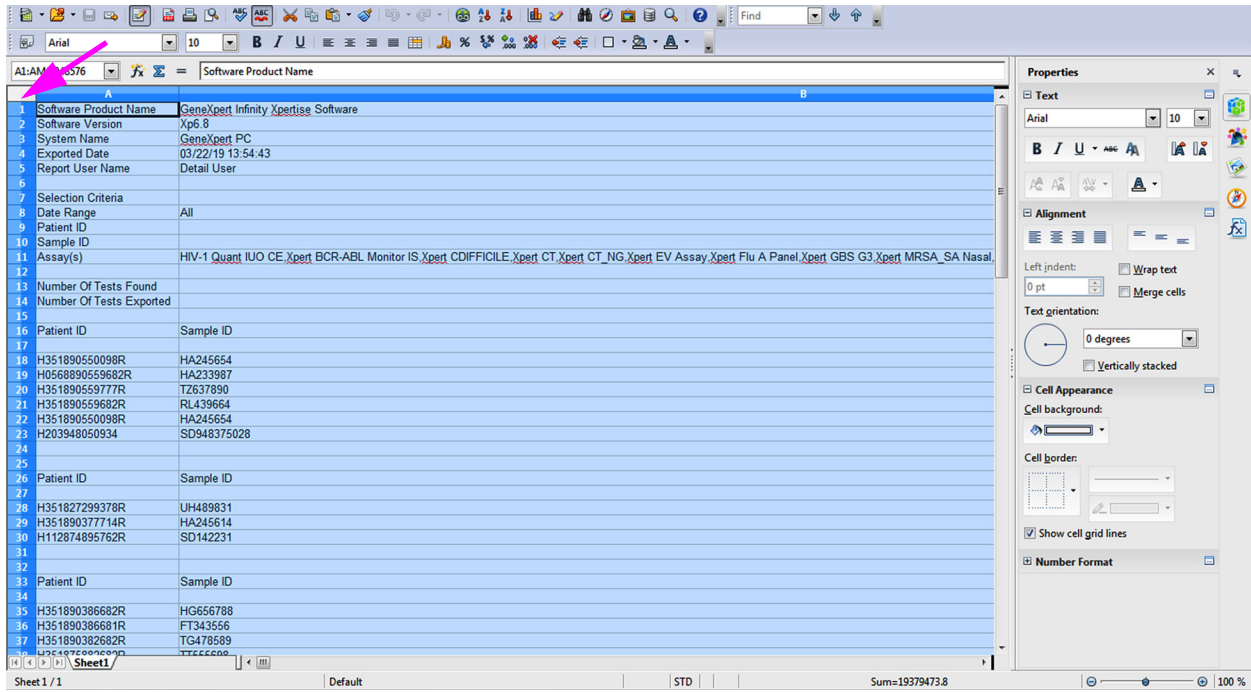

Figura C-13. Todas as células selecionadas
5. Após verificar que as opções corretas foram selecionadas, clique em **OK**. O ficheiro .csv irá abrir. Ver Figura C-13.
6. No ficheiro .csv, selecione todas as células ativas clicando no canto superior esquerdo da visualização do ficheiro, tal como ilustrado na Figura C-13. As células ativas vão ficar azuis.
7. Clique com o botão direito do rato na área azul na coluna **A**. Será visualizado um menu pendente no lado direito da coluna (ver Figura C-13).